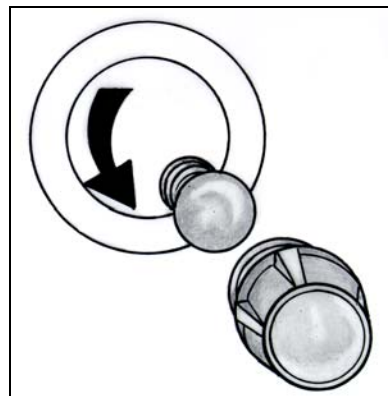

fig. 15
1. Dévissez le capuchon en verre protégeant l'ampoule (fig. 15).